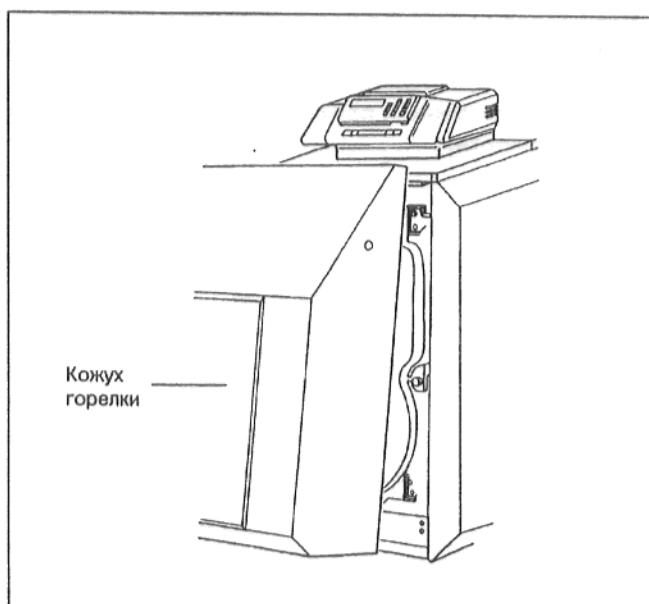

рис. 3 Кожух горелки G215 U
- У котла G215 U вначале поднять кожух горелки (рис. 3).
- Установить переключатель "Работа" (рис. 3) в положение 0 (Выкл.).